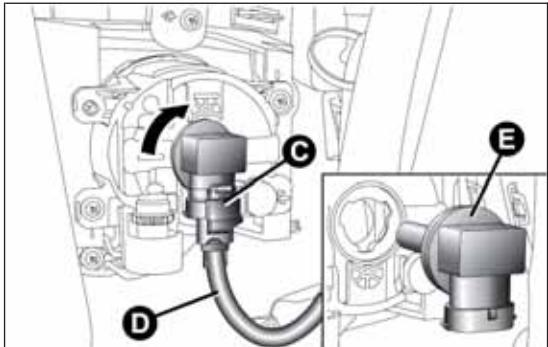

fig. 180
- agire sulla molletta C fig. 180 e scollegare il connettore elettrico D;